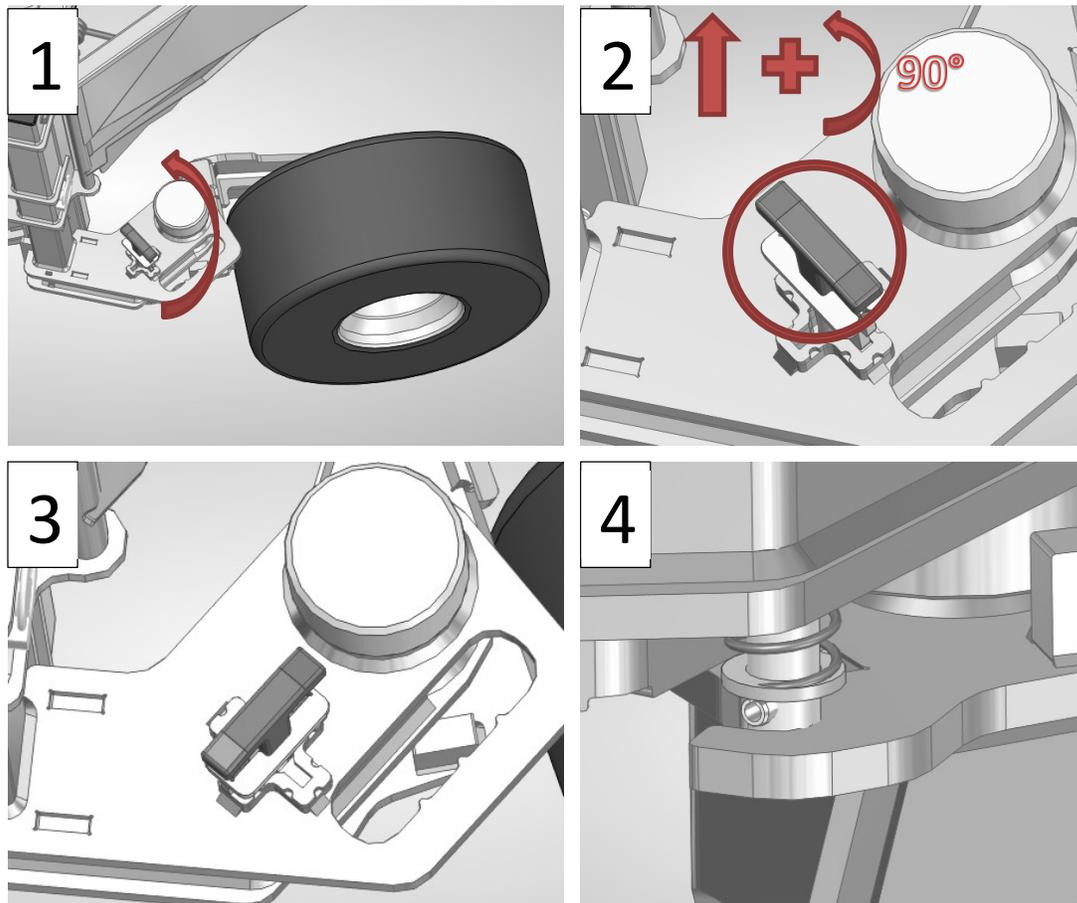

Fig. 12. Mise du train de roulement en position de transport
4. Plier les roues vers l'intérieur de la machine – comme indiqué à la figure 12 au point n° 1
5. Soulever la goupille de verrouillage et la tourner de 90 degrés – point n° 2 de la figure 12
6. La goupille doit se trouver dans la position indiquée au point n° 3 de la figure 12
7. Veillez à ce que la goupille soit accrochée dans le bon sens, comme indiqué au point n° 4 de la figure 12.